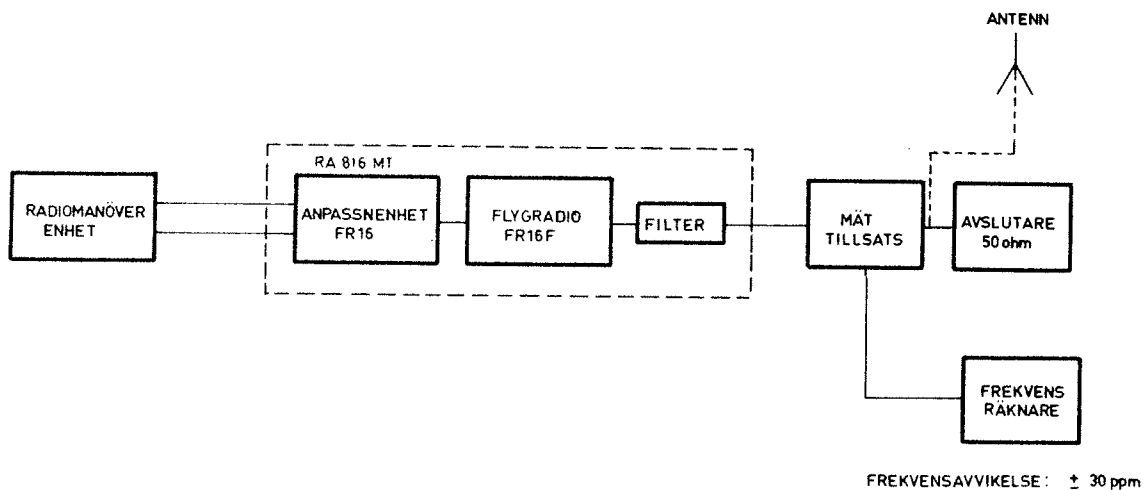

Bild 36
- Anslut frekvensräknaren, mättillsatsen och avslutaren enligt bild 36.